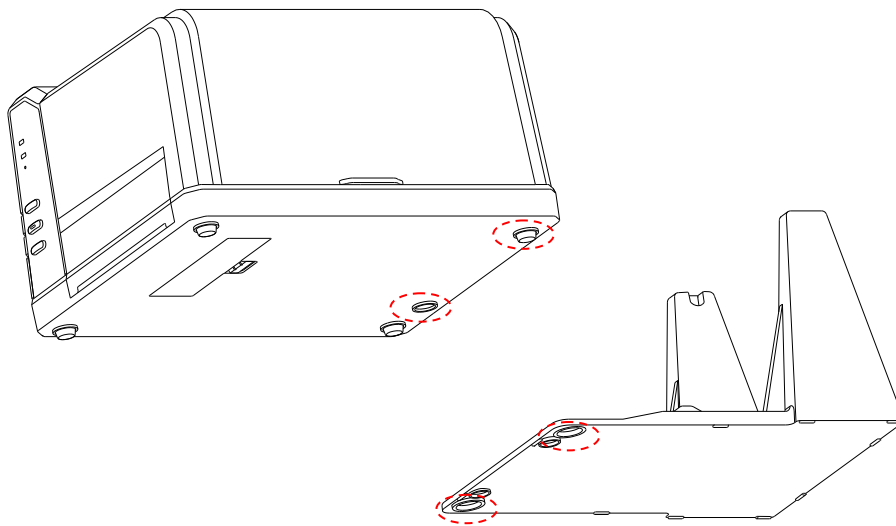

图 2-15
1. 将打印机底部的定位圈和脚垫分别套入外置纸架的两个定位孔，如图 2-15 所示。